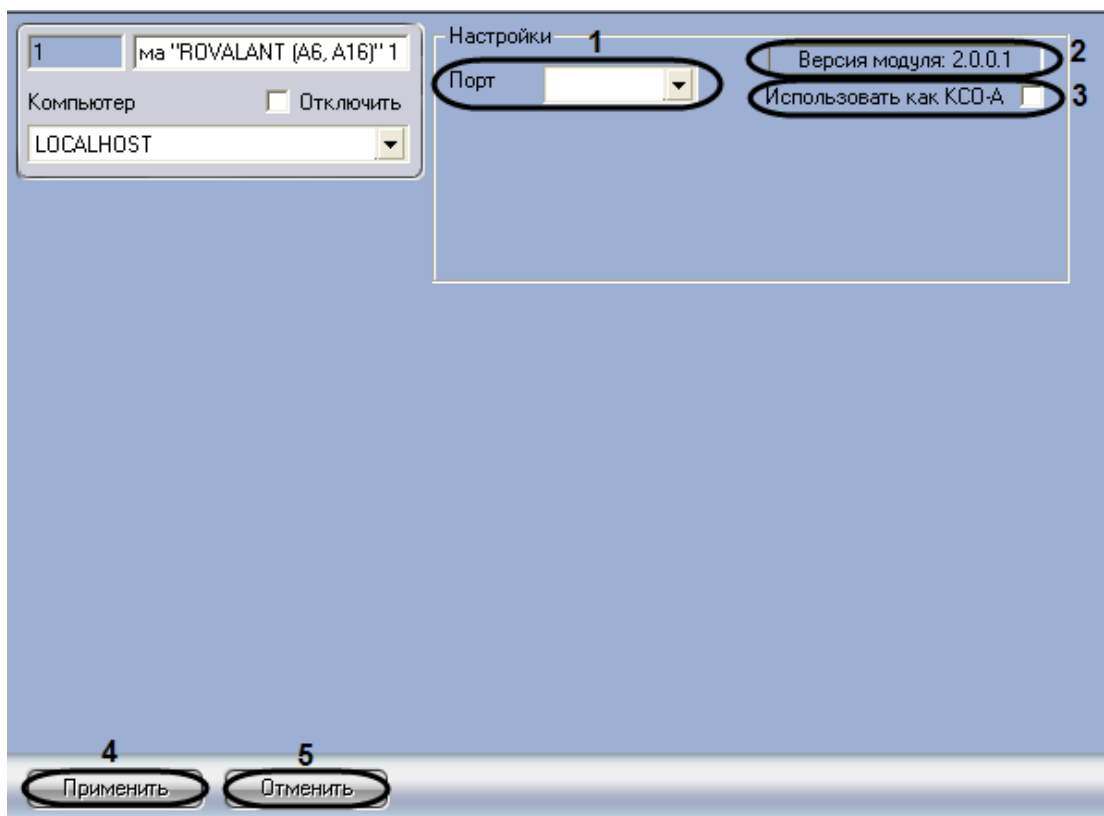

Рис. 3.2—2 Панель настроек объекта Система “ROVALANT (A6, A16)”
2. Из раскрывающегося списка **Порт** выбрать COM-порт, через который система *Rovalant (A6, A16)* подключается к Серверу (см. Рис. 3.2—2, 1).
*Примечание.* В поле **Версия модуля**: отображается текущая версия модуля интеграции *Rovalant (A6, A16)* (см. Рис. 3.2—2, 2).